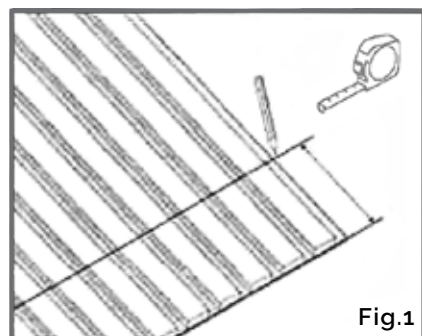

Fig.1
- Marque o comprimento ao longo das ripas de madeira com um lápis. (Fig. 1)